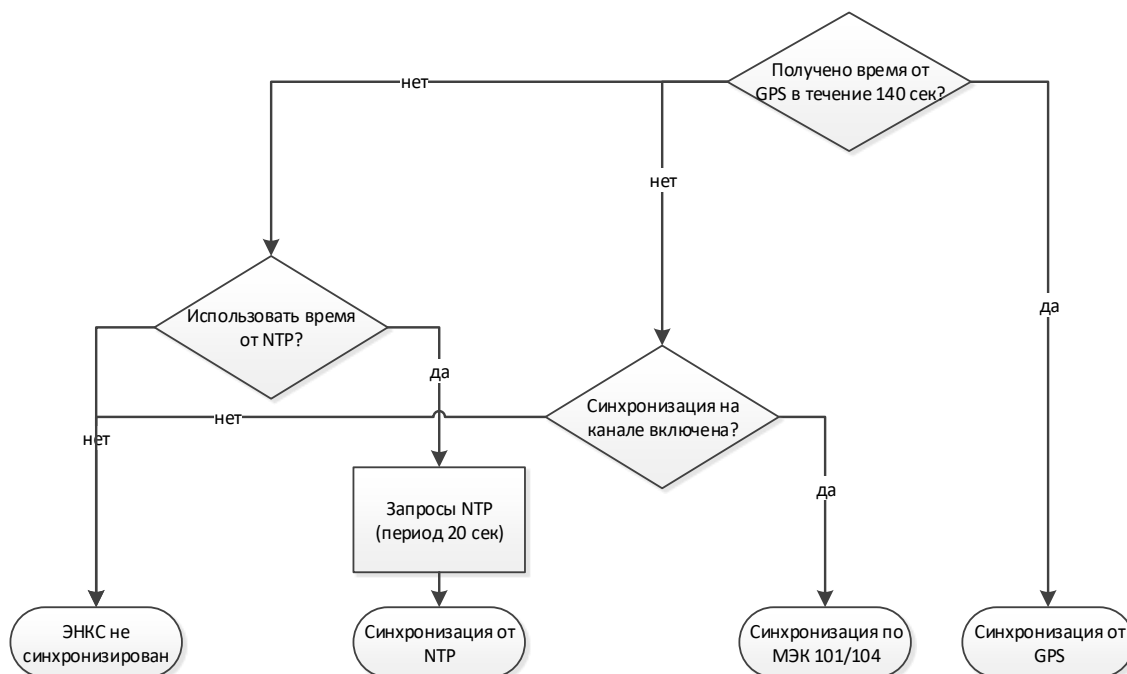

Рисунок 3.1. Алгоритм синхронизации внутренних часов в ЭНКМ-3
3.2.2 При потере сигнала спутника, когда используется метод синхронизации от внутреннего приёмника, прибор автоматически переключается в режим синхронизации от устройств вышестоящего уровня. Алгоритм синхронизации внутренних часов ЭНКМ-3 приведен на рис. 3.1.